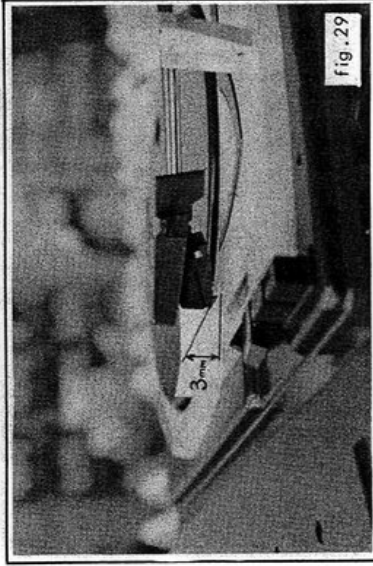

fig. 29
Après avoir débloqué le contre-écrou (C), régler la butée (B) en la vissant ou la dévissant sur sa tige, de telle façon que la pointe de lecture (S) se trouve retenue en position libre du bras à environ 3 mm au-dessus du cache-décor. (fig. 29 et 30).